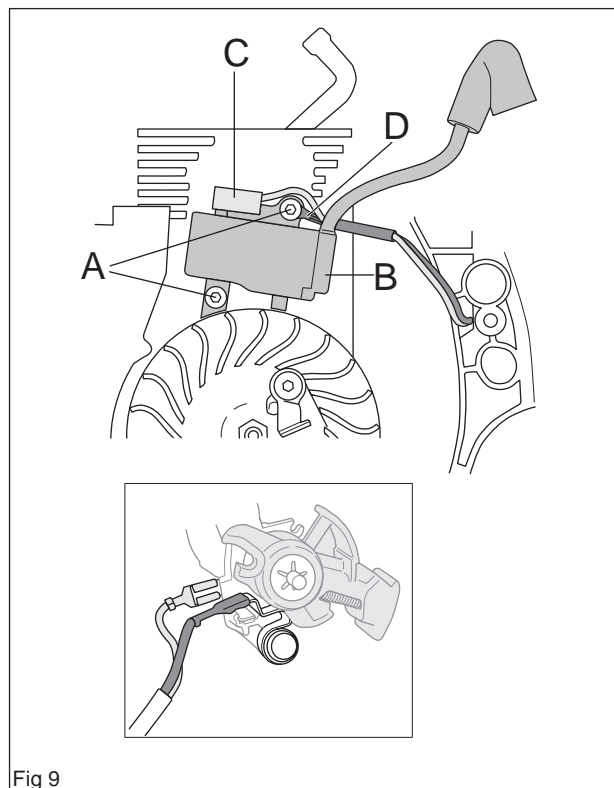

Fig 9
Pour remplacer le module d'allumage (B), retirer le sabot de câble (C) et la vis (A) et dévisser le module. Si seul le rotor volant magnétique est démonté, le module d'allumage peut rester en place. (voir la figure 9)
Si les câbles sont remplacés, les monter sur le bouton d'arrêt comme indiqué sur l'illustration (voir la figure 9).